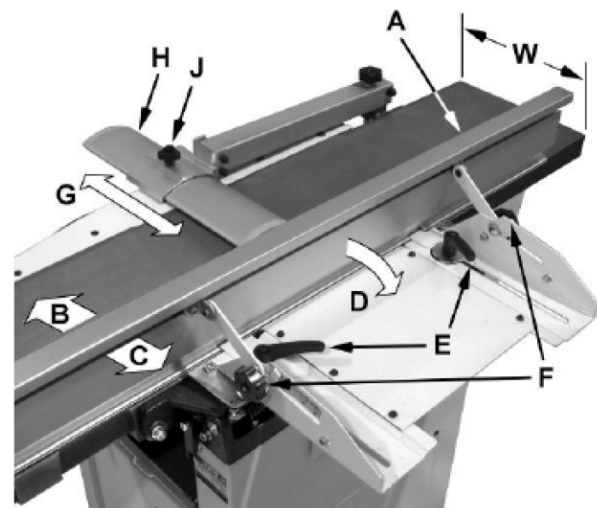

Abb. 10: Dickenhobel
Bei richtiger Positionierung sollte der Messerkopfschutz (H) an der Begrenzung/Anschlag (A, Abb.10) anliegen.
Der Anschlag (A, Abb.10) kann vorwärts bewegt werden (B) oder rückwärts (C) über die Breite (W) des Tisches. Er kann auch bis zu 45 Grad nach hinten (D, Abb.10) gekippt werden.
Schritt 1: Lockern Sie den Sperrknopf (J, Abb.10), schieben Sie den Schutz in Position, dann ziehen Sie den Sperrknopf fest.
Schritt 2.1: Lösen Sie wenn nötig den Messerkopfschutz (H, Abb.10) um zu ermöglichen, dass sich die Anschlagsgaugruppe frei bewegt ohne vom Messerkopfschutz eingeschränkt zu werden.
Schritt 2.2: Lockern Sie die Verriegelung der zwei Hlategriffe (E, Abb.10) der Anschlaggruppen.
Schritt 2.3: Verschieben Sie die gesamte Anschlagsgaugruppe an die gewünschte Position. Ziehen Sie dann die Griffe wieder fest (E).
Schritt 2.5: Der Anschlag (A) kann bis zu 45 ° nach hinten (D) geneigt werden (das bedeutet einen Gesamtwinkel von 135 ° von der Tischoberfläche):
Schritt 2.5.1: Lockern Sie die Griffe (F, Abb.10).
Schritt 2.5.3: Ziehen Sie die Verriegelungsgriffe (F, Abb.10) fest.